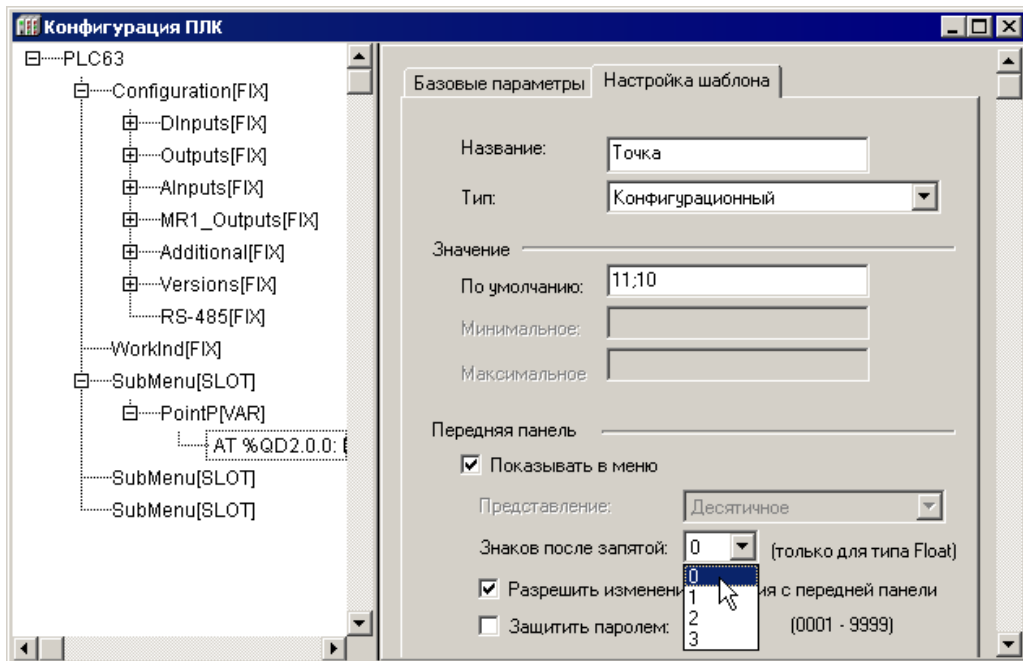

Рисунок 7.25 – Формат значения параметра «PointP»
- «**PointP**» – подэлемент задает точку графика – соотношение значений переменных (X и Y). Добавив требуемое количество подэлементов, можно определить зависимость (график) $Y=f(X)$. Значение вводится в поле «Значение / По умолчанию» в формате: «Координата X; Координата Y». Диапазон задания координат X и Y от минус 3276.7 до 3276.7. Модуль имеет канал типа DWord имеющий формат: 4-х байтовое поле, в котором первые 2 байта – это значение координаты Y, вторые два байта – координаты X, значения которых умножено на 10 в степени, заданной параметром «Знаков после запятой» (см. рисунок 7.25).